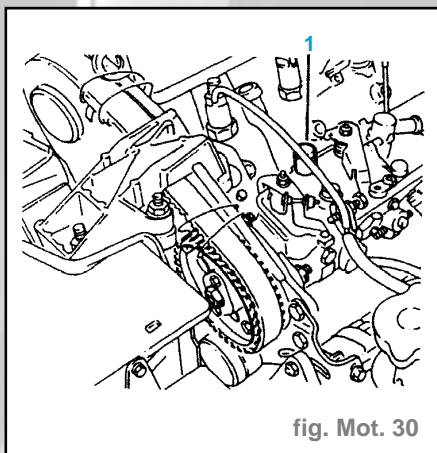

fig. Mot. 30
- Déposer le bouchon (1) de l'orifice de calage (fig. Mot. 30).